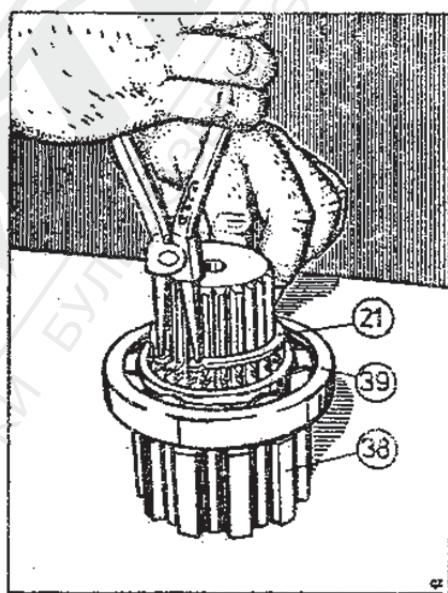

Рис. 2-41. Установка на валик 38 установочного
11. Одеть на валик 38 установочное кольцо 120 /поз. 21 на рис. 2-41/.